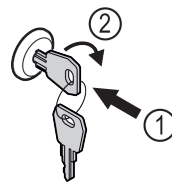

Fig. 159
- ▶ Sleutel erin duwen. Fig. 159 (1)
- ▶ Sleutel 90° rechtsom draaien. Fig. 159 (2)